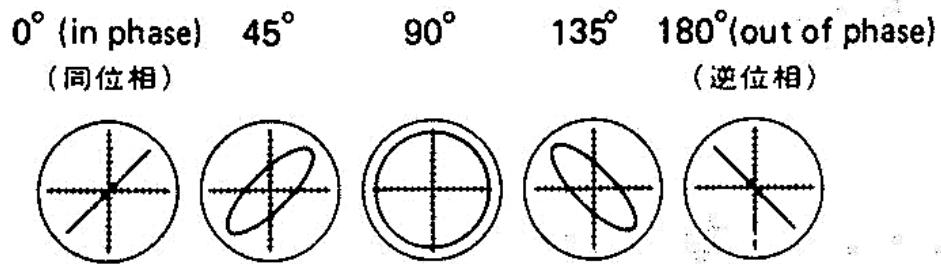

Fig. 2-5 Confirming phase relationship
15. While playing the 315 Hz, 2 kHz and 6.3 kHz signals on the test tape, adjust screw B until there is no phase shift between CH 1 and CH 4 outputs (see Fig. 2-5).
- 15) プレイ・モードにて315Hz、2kHzと6.3kHzを再生したとき1CHと4CHの位相を合わせる様にネジBを回して調整する。(Fig. 2-5参照)